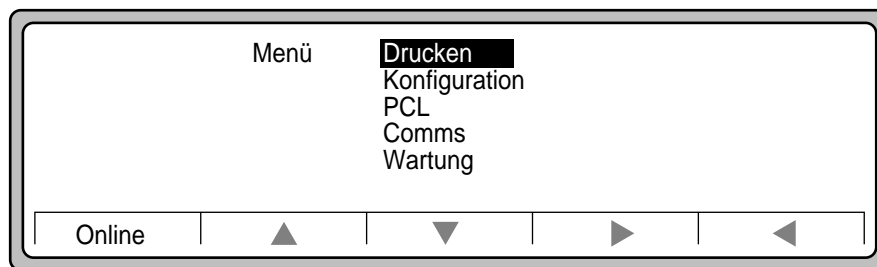

Abbildung 4-8 Menü
1. Drücken Sie Menü im Hauptmenü. Abbildung 4-8 wird angezeigt.